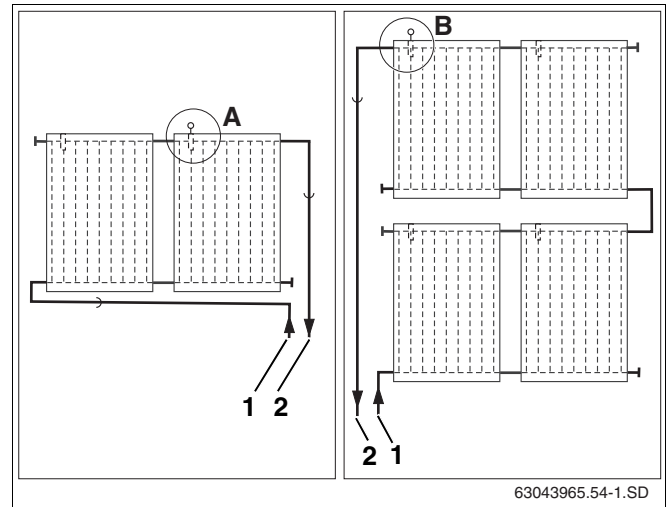

Рис. 56 Место установки датчика коллектора (схематическое изображение)
Обратите внимание на разные места установки при одно- и двухрядной коллекторной системе (рис. 56).
Датчик должен устанавливаться в коллектор, к которому подключена подающая линия (рис. 56, поз. 2).
- Место установки (рис. 56, поз. А) при однорядной коллекторной системе с правой подающей линией.
- Место установки (рис. 56, поз. В) при двухрядной коллекторной системе с левой подающей линией.